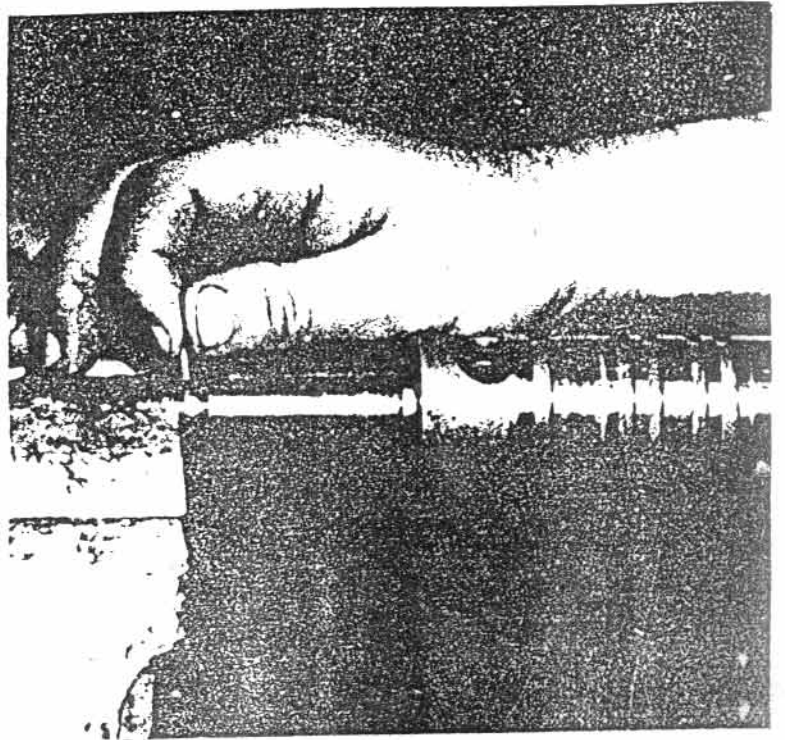

Рис. 8.21
- Ставятся регулирующая шайба (шайбы) 33 и дистанционная втулка 34 в командном плунжере, после чего торсионный вал 30 вместе с запрессованной к нему подшипниковой иглой 35 вставляется в командный вал и связывается посредством подшипниковой иглы 21 /См. рис. 8.21/.
- Ставятся на командном вале регулирующая шайба (шайбы) 15, подшипниковые шайбы 16 с аксиальным подшипником 28 и весь узел вставляется в корпус 13 /См. рис. 8.21/.